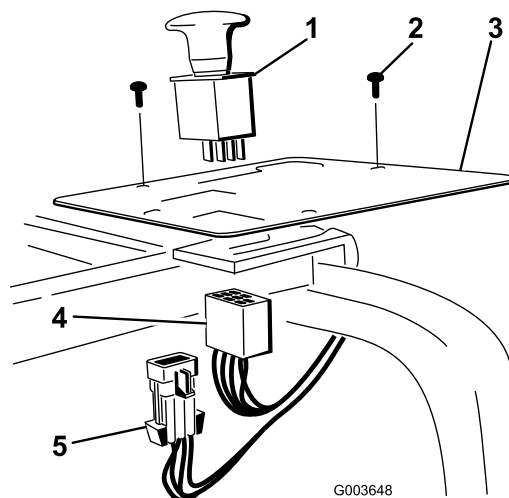

図 34
2. パネルについているプラグを打ち抜いて、パネルにスイッチを取り付ける（図 34）。
4. コントロールパネルに取り付けたスイッチにハーネスを接続する（図 34）。
6. メインハーネスコネクタをメインハーネスに接続する（図 34）。